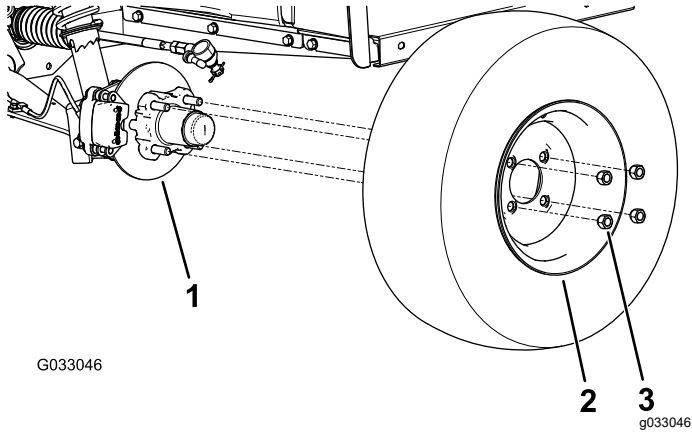

图 28
2. 卸下将车轮固定到轮毂上的 4 个车轮螺母 图 28。
4. 将车轮中的孔与轮毂中的螺栓对齐并将车轮安装到轮毂上阀杆向外 图 28。
5. 使用车轮螺母将车轮固定到轮毂上 图 28。